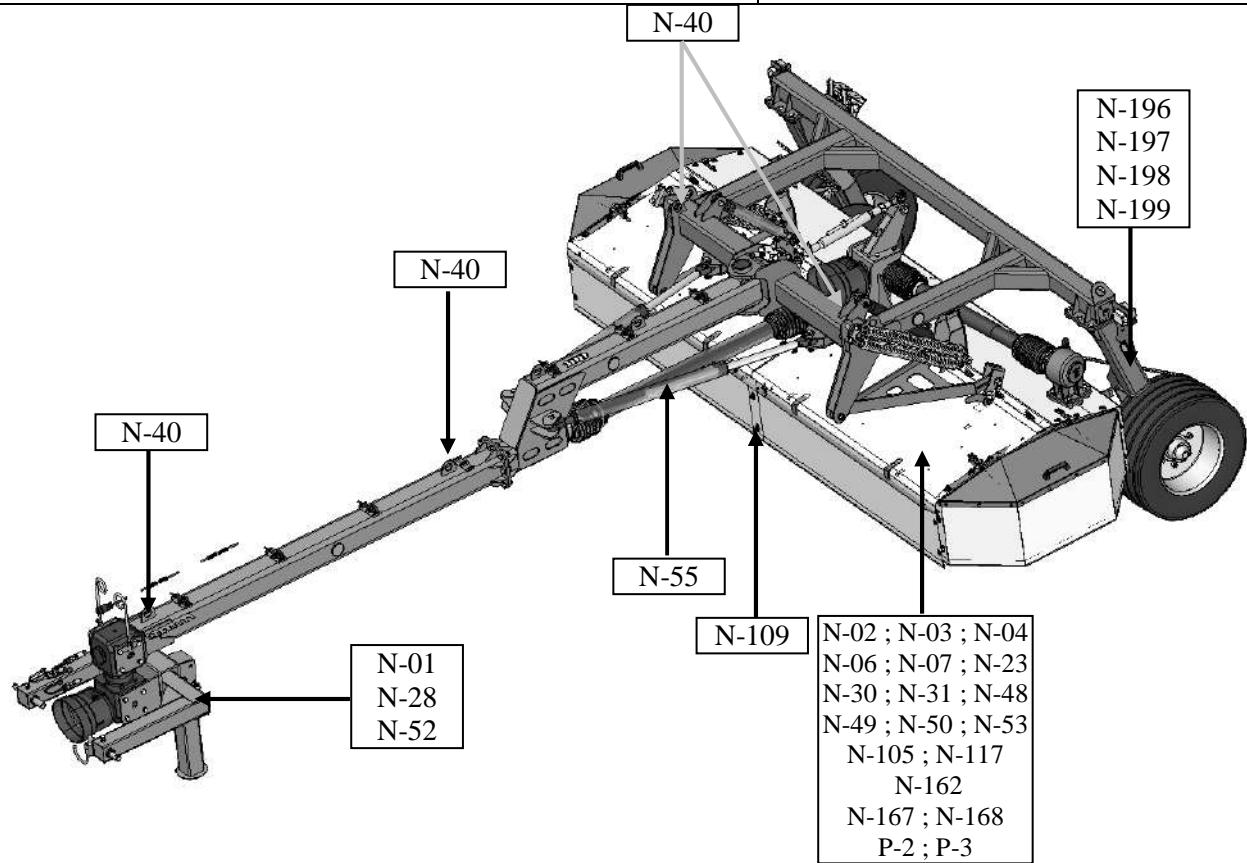

Рис. 7. Места прикрепления предупредительных знаков
- Косилка агрегатируется с трактором с помощью продольных тяг трехточечной системы навески. Для этого необходимо подъехать трактором к навеске косилки и присоединить шкворни (P) навески косилки с тягой (C) трактора, затем защитить их чеками, как указано на **Рис. 7**.
- Поднять опорную стойку (S) и в этом положении зафиксировать ее пльцем.